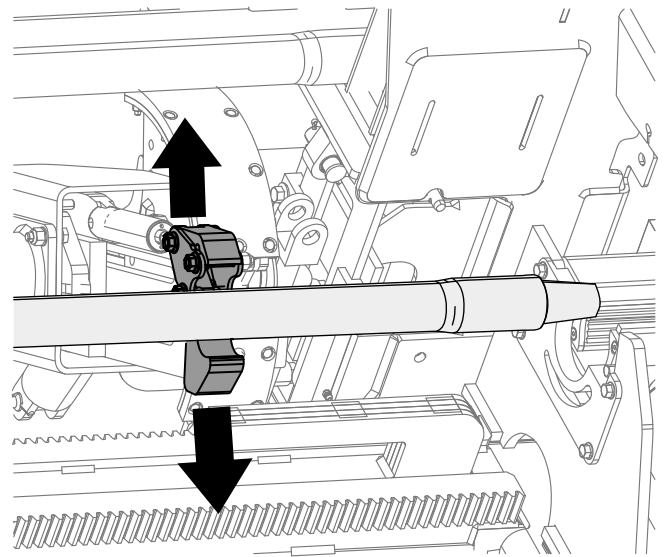
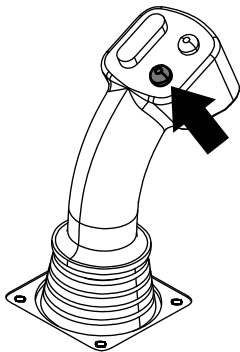

Figura 36
Figura 35
10. Mantenha premido o botão inferior do joystick para soltar o tubo (Figura 35 e Figura 36) e solte o botão.